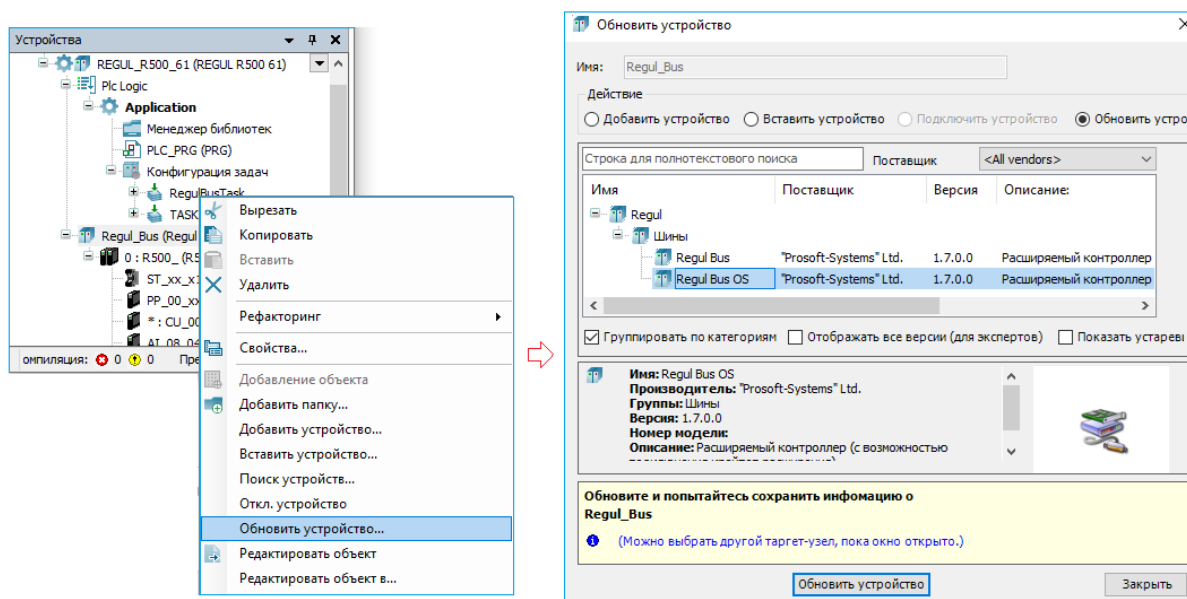

Рисунок 48 – Обновить устройство. Переход на новую версию шины RegulBus OS
- через **обновление**. Поставьте курсор в проекте на название шины, нажмите правую кнопку мыши. Появится контекстное меню, в котором выберите **Обновить устройство...** Откроется окно **Обновить устройство**, где выберите шину и нажмите кнопку **Добавить** (Рисунок 48). Произойдет замена шины в дереве устройств;